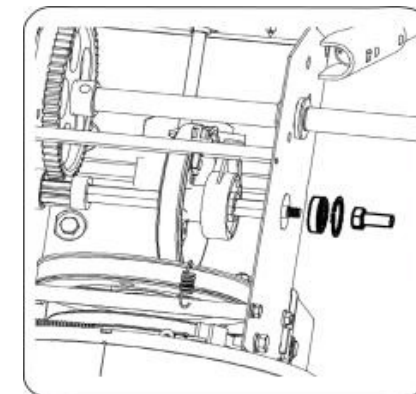

Рисунок 32
3. Осторожно снять шестигранную гайку и шайбу, крепящие (см. рис. 32) шестигранный вал к раме снегоуборщика и слегка постучать по концу вала, чтобы стронуть шариковый подшипник с правой стороны рамы.